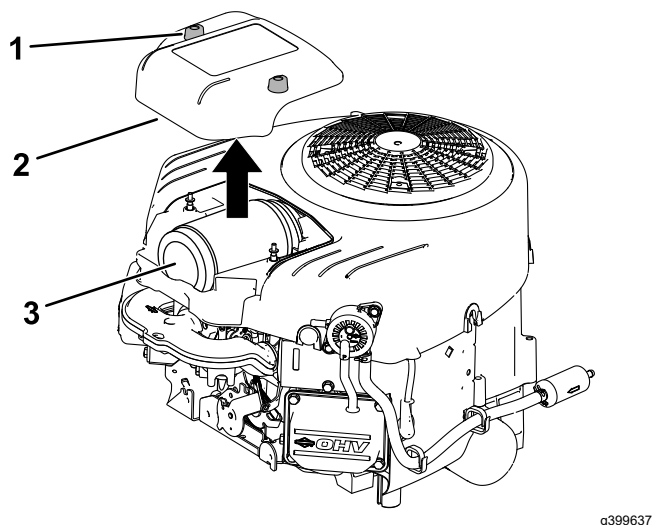

Figura 31
3. Instale la tapa y apriete las fijaciones (Figura 31).